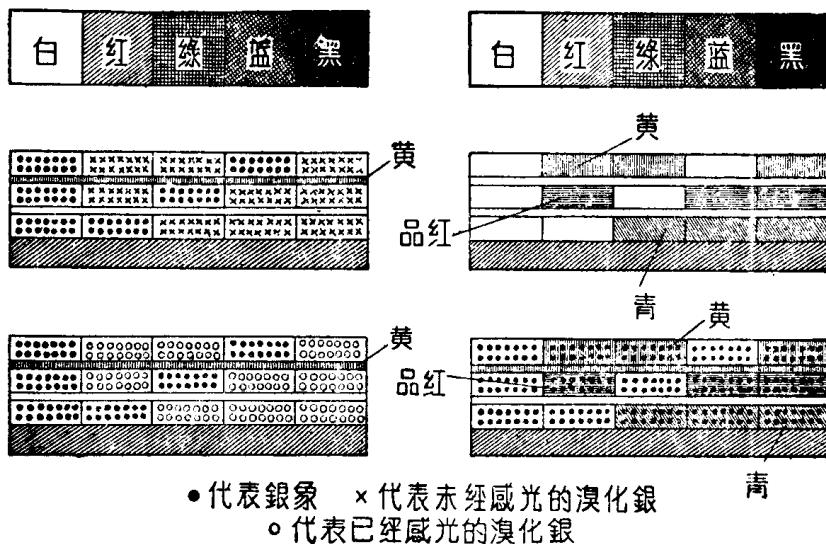

图5. 彩色电影胶片的摄制、冲洗和放映情况(反转冲洗法)
(1) 反转冲洗法。反转冲洗法的冲洗步骤，大致是这样的：①多层胶片在电影摄影机内，对有天然彩色的景物（图5左上）曝光。②曝光以后，就在暗室中将胶片取出，用黑白照相显影法显影，将已经感光的溴化银还原为黑色金属银影（图5左中）。因为用的是黑白显影剂，所以没有色影生成。③用清水把片上的剩余显影剂，充分洗净。④水洗以后，再在强烈的白光下，将胶片的正反两面，进行第二次曝光，使第一次未经感光的溴化银全部成为潜影（图5左下）。⑤把胶片放在彩
色显影剂中，进行彩色显影，将第二次曝光时感光的溴化銀（潛影）还原而成銀影，同时生成色影（图5右下）。⑧再將膠片用漂白剂漂去銀影，使它变成可溶性銀鹽，最后經過定影和洗滌等操作，片上只留有正象的透明染料色影(图5右中)，也就是彩色影片了。
放映的时候，放映灯的白色光透过彩色透明正片，投射到銀幕上，銀幕上映出的色彩是怎样的呢？为了說明原理，我們举一个最簡單的例子。比如說，天然景物（图5左上）是白、紅、綠、藍、黑五色，用反轉冲洗法制成的彩色影片，就是图5右中的情形，我們从左面向右面依照次序来看。